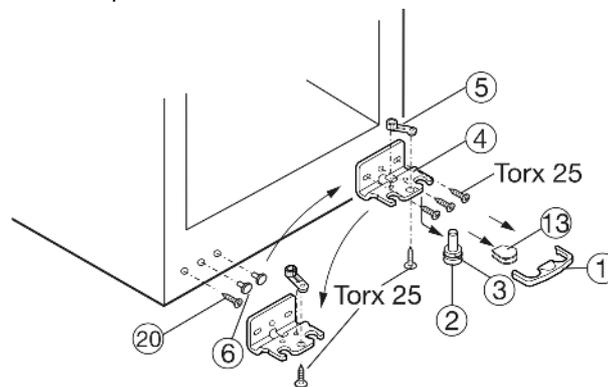

Fig. 4
- ▶ Предохранитель Fig. 4 (1) снимите движением вперед.
- ▶ Снимите крышку Fig. 4 (13)*
- ▶ Вытяните опорный палец Fig. 4 (2) вниз и вперед. При этом следите за гнездом шарнира Fig. 4 (3).
- ▶ Открутите опорный кронштейн Fig. 4 (4).
- ▶ Открутите опорную деталь Fig. 4 (5) и, переставив в отверстие на противоположной стороне опорного кронштейна, снова прикрутите.
- ▶ Снимите и снова установите пробку Fig. 4 (6) на противоположную сторону со стороны ручки.
- ▶ Выкрутите болт Fig. 4 (20) и вкрутите на противоположной стороне.
- ▶ Снова прикрутите опорный кронштейн Fig. 4 (4) на новой стороне шарнира, при необходимости с помощью аккумуляторного шуруповерта с усилием 4 Нм.
- ▶ Снова слегка наклоните устройство назад и снова установите опорный палец Fig. 4 (2) с гнездом шарнира Fig. 4 (3). Зазубрина на опорном пальце должна быть расположена спереди.
- ▶ Установите крышку Fig. 4 (13) на противоположной стороне.*
- ▶ Предохранитель (1) нужно зафиксировать сбоку на кронштейне, чтобы опорный палец и двери были защищены от выпадения.
- ▶ Снова защелкните предохранитель (1) на опорном кронштейне.
- ▶ При необходимости выровняйте дверцы через два продольных паза в опорном кронштейне Fig. 4 (4) параллельно корпусу устройства. Для этого выкрутите средний винт.